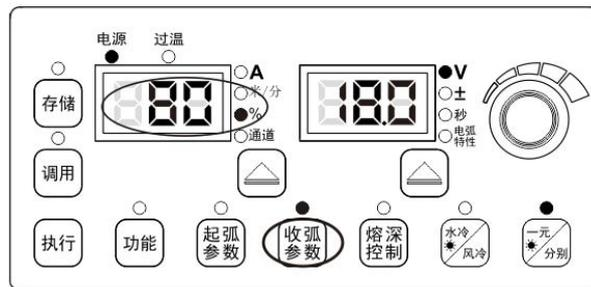

图3-8 收弧参数百分比设置界面
- 2.“%”指示灯点亮且左数码管闪烁时，通过面板旋钮设置收弧段送丝速度的百分比，设置结束后短按**执行**键确认，如图 3-8 所示。